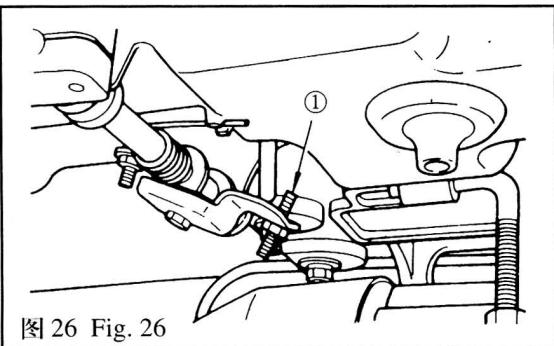
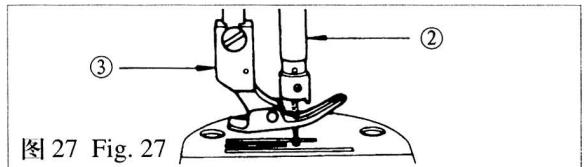

图 26 Fig. 26
图 27 Fig. 27
18. 膝提高度的调节(图 26、27 图)
18. ADJUSTING THE HEIGHT OF THE KNEE LIFTER (Fig.26, Fig.27)